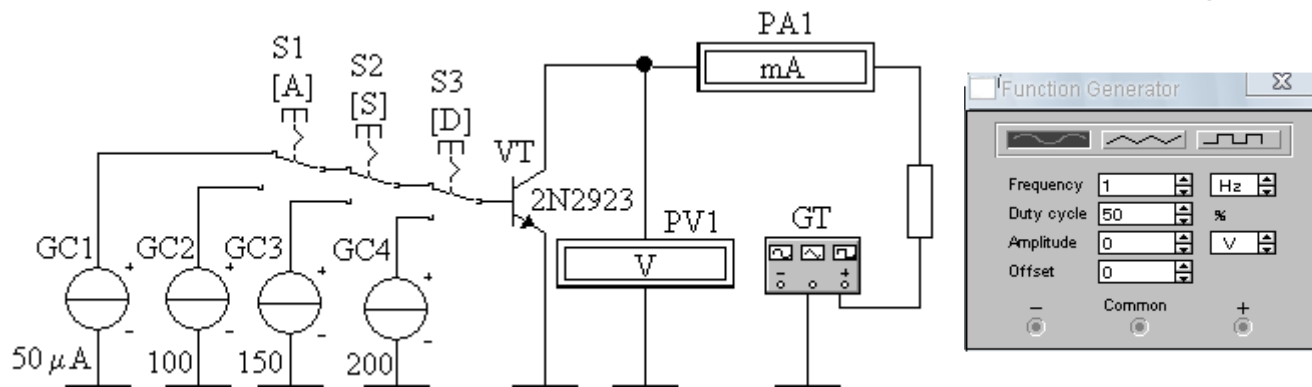

Figura 3 – Circuitul de ridicare a caracteristicilor de ieșire adică $I_c = f(U_{c-e})/I_b = \text{const.}$
2.1 Deschideți fișierul „*tr bip ec 02.ewb*”, pe ecran apare circuitul din figura 3.